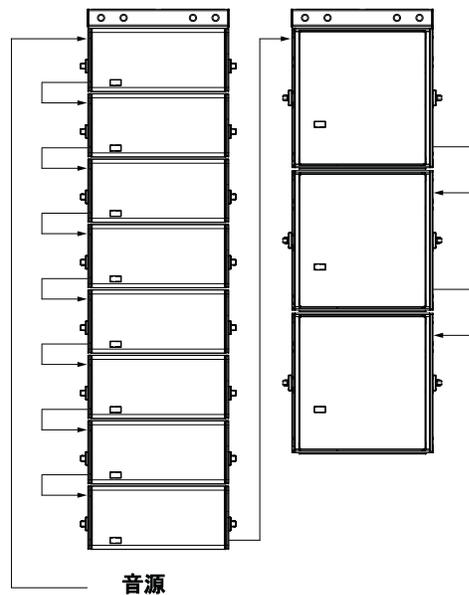

図4:フライング分離型アレイ
- LEOPARD及び900-LFCのフライング分離型アレイ(図4)